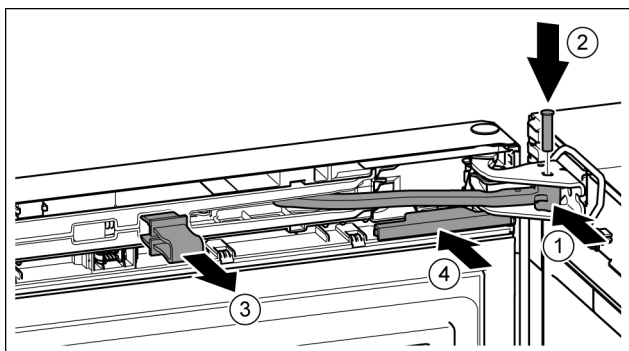

Fig. 42
- ▶ Kĺb otočte v ložiskovej konzole. Fig. 42 (1)
- ▶ Do ložiskovej konzoly a kĺbu vložte čap. Pritom dbajte na to, aby sa zaistovací doraz nachádzal správne v drážke. Fig. 42 (2)
- ▶ Vyberte poistku. Fig. 42 (3)
- ▶ Nasuňte kryt. Fig. 42 (4)